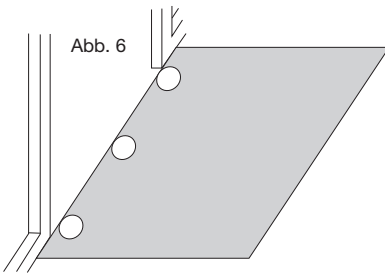

Abb. 6
- Schiebetür:** Benutzen Sie 3 Markierungen ( siehe Abbildung 6)